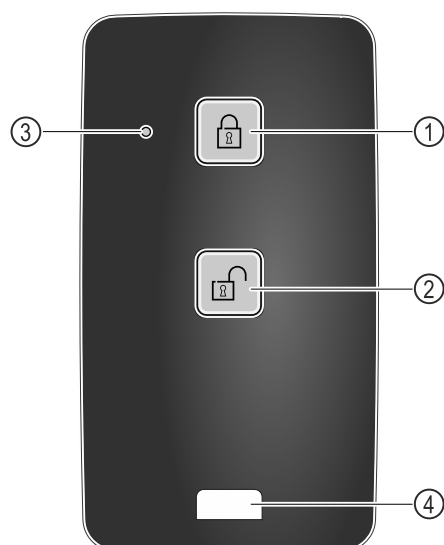

Fig. 219
- (1) Lås låsen
- (2) Lås låsen op
- (3) Status-LED
- (4) Fastgørelsesøje
- Tryk på knappen Fig. 219 (1) på fjernbetjeningen.
- Tryk på knappen Fig. 219 (2) på fjernbetjeningen.
- Status-LED'en Fig. 219 (3) giver en optisk tilbagemelding, når der trykkes på knappen.
- Øje Fig. 219 (4) til fastgørelse af fjernbetjeningen, f.eks. i et nøglebundt.